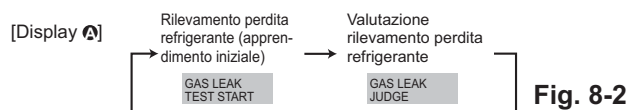

Fig. 8-2
- 2 Premere il pulsante **CLOCK** e selezionare [GAS LEAK TEST START] (AVVIO TEST FUGA DI GAS). (Fig. 8-2)